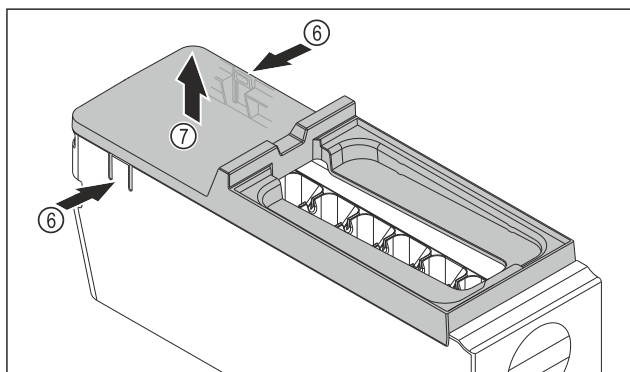

Fig. 106
- Rimuovere la copertura del corpo dell'EasyTwist-Ice: Con una mano, premere le linguette Fig. 106 (6) su entrambi i lati del corpo dell'EasyTwist-Ice.
- ▶ Con l'altra mano, estrarre verso l'alto la copertura *Fig. 106 (7)*.